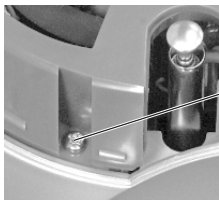
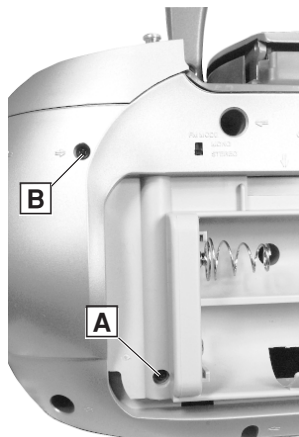

Fig. 4
Fig. 11
- Schraube (G) und 12 Schrauben (I) herausdrehen (Fig. 4).
- Undo screw (G) and 12 screws (I) (Fig. 4).
- Schraube **A** (Fig. 11) herausschrauben und Antenne aus dem Gerät ziehen.
- Schraube **B** (Fig. 11) und 12 Schrauben **I** (Fig. 4) herausdrehen.
- Undo screw **A** (Fig. 11) pull out the antenna of the set.
- Undo screw **B** (Fig. 11) and 12 screws **I** (Fig. 4).